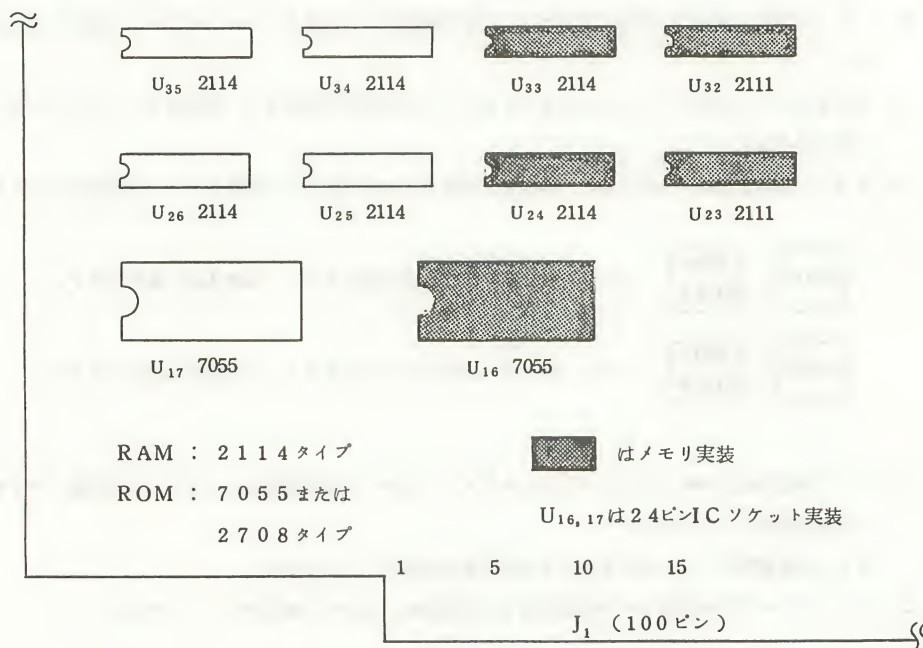

図 2.10    メモリの増設
- (1) ROM を増設するときは、図 2.10 に示す部品番号 U17 の位置に取り付けます。
- (2) RAM を増設するときは、1 K バイト単位に図 2.10 に示す部品番号の位置に次のように取り付けます。